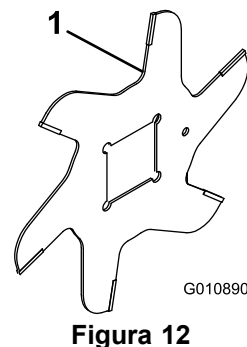

Figura 12
1. Monte uma lâmina de cilindro (Figura 12).
4. Instale lâmina seguinte no sentido dos ponteiros do relógio de forma a o orifício de referência (Figura 12) não ficar alinhado com o orifício da primeira lâmina por um furo do eixo.